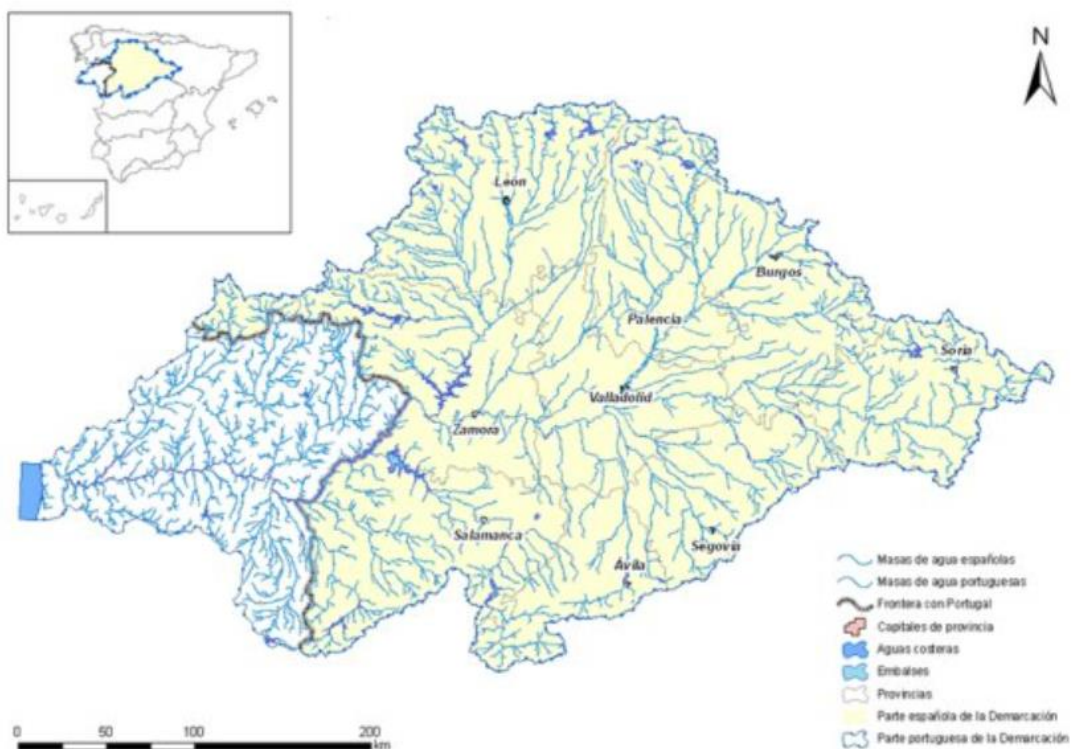

Figura 3: Cuenca hidrográfica del Duero.
Un aspecto importante de un río es su **cuenca hidrográfica**, que se refiere al camino que toman las aguas en una determinada zona. Según la RAE, una cuenca hidrográfica es una “Superficie de terreno cuya escorrentía superficial fluye en su totalidad a través de una serie de corrientes, ríos y eventualmente lagos hacia el mar por una única desembocadura, estuario o delta” (11). Por ejemplo, toda el agua que cae en la ciudad de Valladolid, que pertenece a la cuenca del Duero, termina llegando a dicho río (excepto, naturalmente, la que se evapora) a través de los afluentes que pasan por la ciudad: el río Pisuerga y el río Esgueva. La zona no se centra solo en una población o en el entorno alrededor de dicho río, sino que se extiende por todos los afluentes del río que desemboca en el mar. Así, continuando con el ejemplo anterior, tenemos que la cuenca hidrográfica del Duero en España sería prácticamente toda la meseta Norte, como se puede ver en la Figura 3. Esta cuenca es la más grande de España.